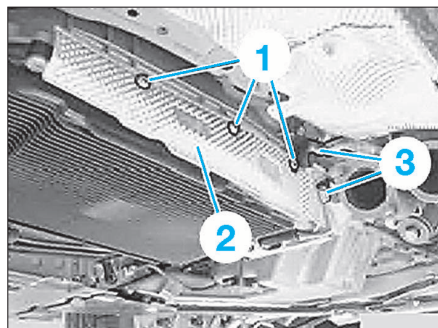
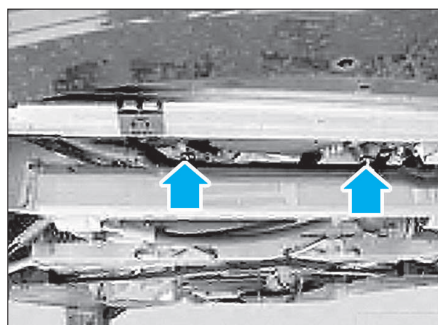

FIG. 3
FIG. 4
- Déposer les vis (1) puis l'écran pare-chaaleur (2) (Fig.3).
- Débrancher le connecteur (3).
- Déposer les vis (flèches) puis détacher la conduite d'eau (1) du berceau de train avant (Fig.4).